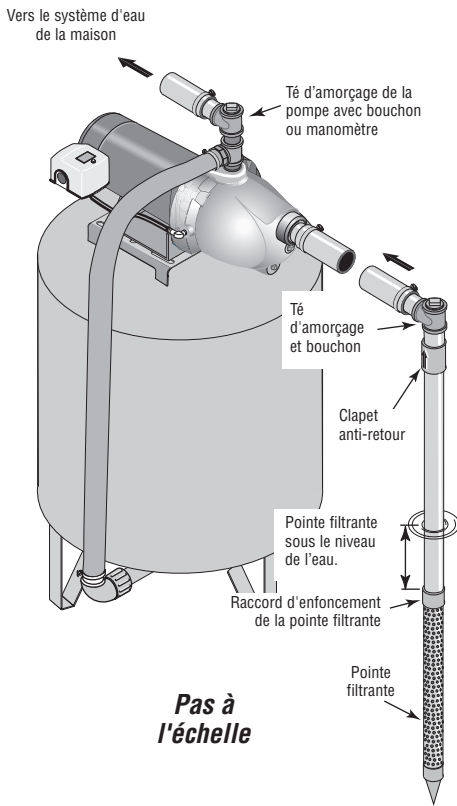

Figure 1: Installation avec une pointe filtrante
## INSTALLATION DE LA POINTE FILTRANTE (Figure 1)
- 3 ° Utiliser le moins possible de raccords (en particulier des coudes) lorsque l'on branche la tuyauterie de la pointe filtrante sur l'orifice d'aspiration de la pompe. Le diamètre du tuyau d'aspiration doit être au moins aussi grand que le diamètre de l'orifice d'aspiration de la pompe (y compris le clapet anti-retour si la pompe n'en comporte pas un - voir la Figure 1). Supporter le tuyau de façon qu'il ne soit pas cintré afin qu'il n'exerce pas de contraintes sur le corps de la pompe; de plus, il doit être légèrement incliné vers le haut, du puits jusqu'à la pompe (les points hauts risquent de causer des poches et des bouchons d'air dans la pompe). Rendre étanches les raccords du tuyau d'aspiration avec du ruban téflon ou une pâte pour raccords filetés à base de téflon. Les raccords doivent être étanches à l'air et à l'eau. *Si le tuyau d'aspiration aspire de l'air, la pompe ne pompera pas l'eau du puits.* Si une pointe filtrante ne fournit pas suffisamment d'eau, considérer brancher deux ou trois pointes filtrantes sur un même tuyau d'aspiration.